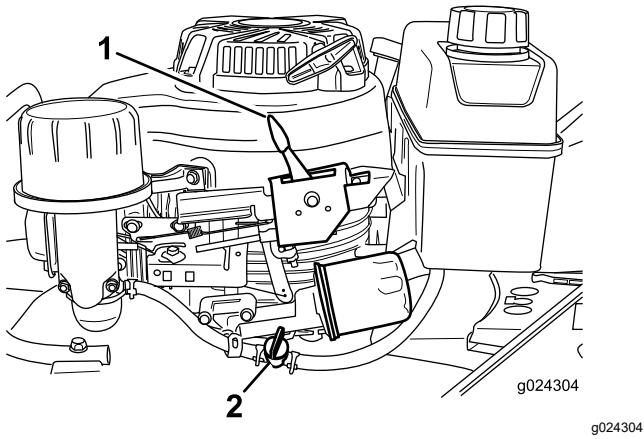

Bild 15
2. Drehen Sie den Hebel des Kraftstoffhahns nach **rechts**, um den Kraftstoffhahn zu öffnen (Bild 15).
Lassen Sie den Schaltbügel los und stellen Sie den Gasbedienungshebel (Bild 15) auf die Stopp-Stellung.
**Hinweis:** Schließen Sie den Kraftstoffhahn (Bild 15), wenn Sie den Motor nicht bald wieder anlassen.